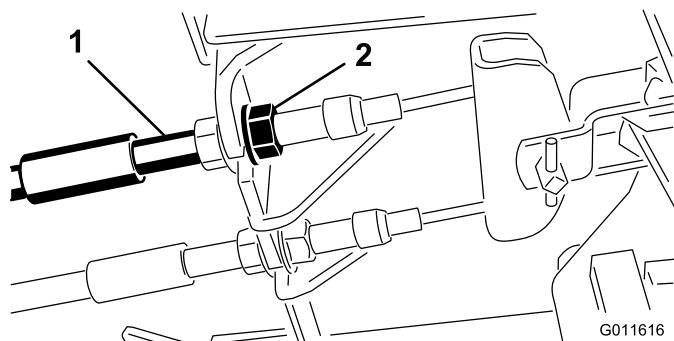

Figure 36
1. Pour réduire la garde aux pédales de frein, serrez les freins en desserrant l'écrou avant sur l'extrémité filetée du câble de frein (Figure 36).